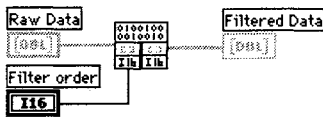

Рис. 12.54
- Подключите входы и выходы к УКИ. Используйте любой тип данных LabVIEW для соединения с терминалом УКИ (естественно, он *должен* соответствовать типу данных параметра вызываемой функции C). Порядок пар терминалов УКИ соответствует порядку вызова параметров в программном коде. В примере, изображенном на рис. 12.54 и 12.55, мы вызываем УКИ, который проводит фильтрацию входного массива **Исходные данные** и передает эти данные в массив **Отфильтрованные данные**. Отметьте также, что терминалы УКИ при подсоединении к ним проводников приобретают обозначения типов данных, которые через них передаются.